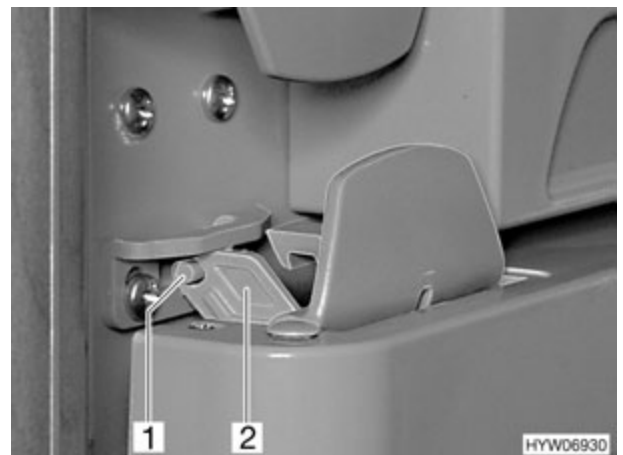

Fig. 125 Puerta del frigorífico en posición de ventilación (variante 3)
- Abrir el bloqueo (Fig. 125,2) y encastrarlo en el perno (Fig. 125,1). De este modo, la puerta del frigorífico quedará ligeramente abierta.